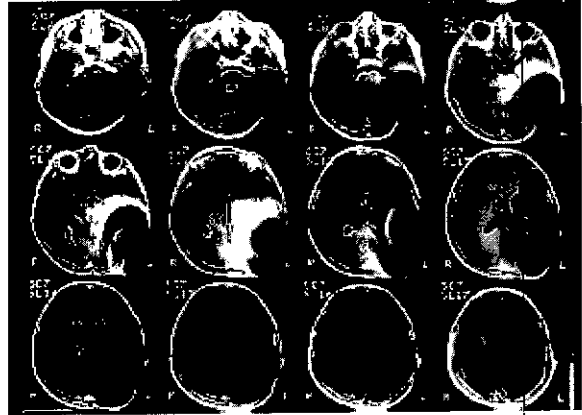

Fig. 21 Imágenes de RM obtenidas con un escáner 1,5T (niño de 8 años)
- Se esperan artefactos de imagen (consulte la Fig. 21).